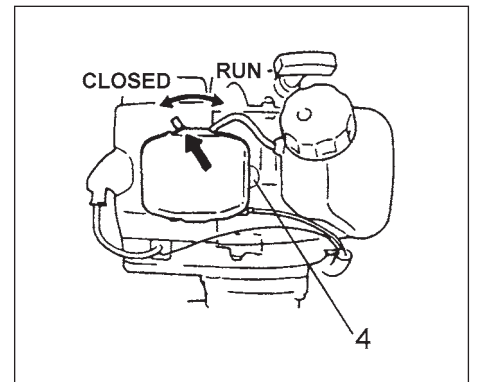

Рис. 2-3
\* Несколько раз нажать на заливочный баллон (4), чтобы топливо потекло через баллон или обратную трубку. (При наличии подобного оснащения) (Рис. 2-3)
3. Установить рычаг заслонки в положение CLOSED (ЗАКРЫТО). (Рис. 2-3)
5. Если Вы услышите, что двигатель начинает заводиться, верните рычаг заслонки в положение RUN (РАБОТА) (открыто). Затем снова быстро потяните возвратный стартер. (Рис. 2-3)